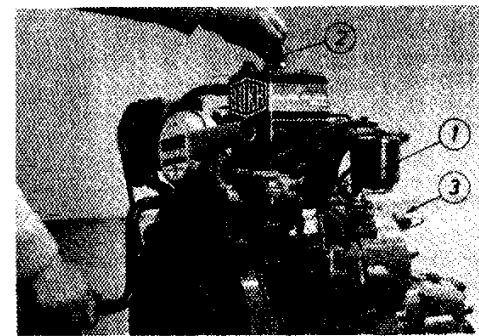

Fig. 9
Voor het starten van een koude motor de hefboom 1 (fig. 9) iets rechtsom draaien.
2. Draai de decompressiehefboom 2 (fig. 9) zo ver mogelijk rechtsom.